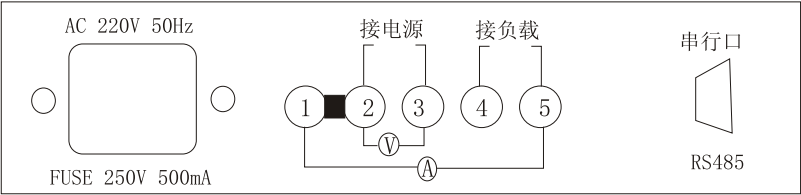

图2 TE-ZH 8705后面板示意图
- 1).后面板由以下几部分组成: 电源插座、接线柱、扩展串行通讯接口(见图2)。